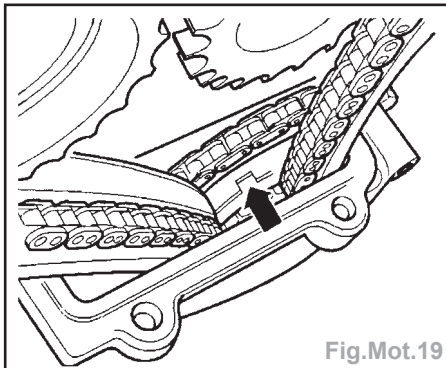

Fig.Mot.19
- Contrôler la position de PMH du vilebrequin (la position est correcte si la rainure (flèche) est visible (Fig.Mot.19)).